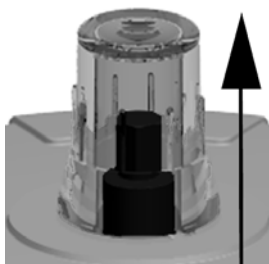

Fig. 12
- ▶ Mueva la válvula a la posición de “abierto”, véase Fig. 12
- Mueva la válvula a la posición de “abierto”, véase Fig. 12